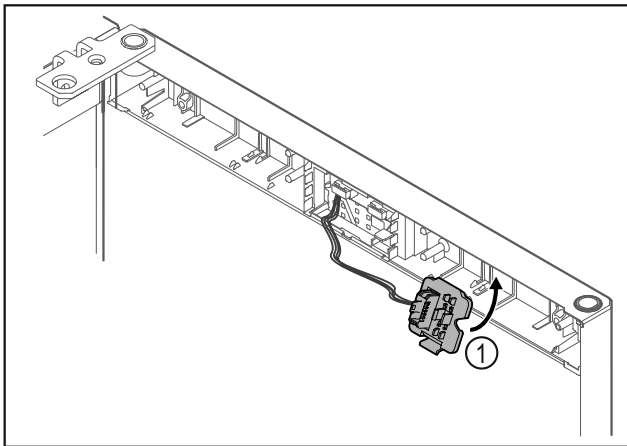

Fig. 13
- Steckerhalterung Fig. 13 (1) auf Gegenseite einrasten.*